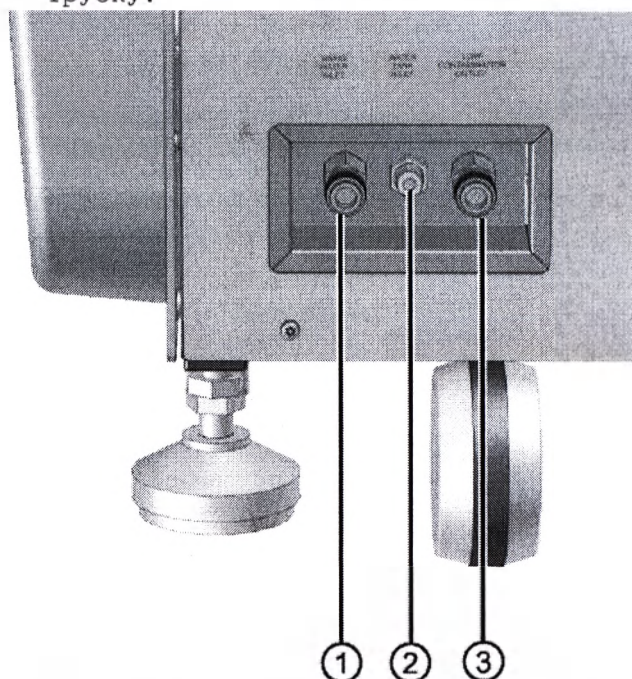

Рис. 6 Подключение емкостей
Анализатор имеет два штуцера для подключения воды на задней панели. См. Рис. 6.
Вставьте красную трубку из коробки с аксессуарами в правый штуцер прибора (3). См. Рис. 6. Он помечен "LOWCONCENTRATIONOUTLET". Вставьте другой конец трубки в сливную трубу, если это разрешается государственными правилами. В противном случае, установите внешний бак и подключите трубку к нему.